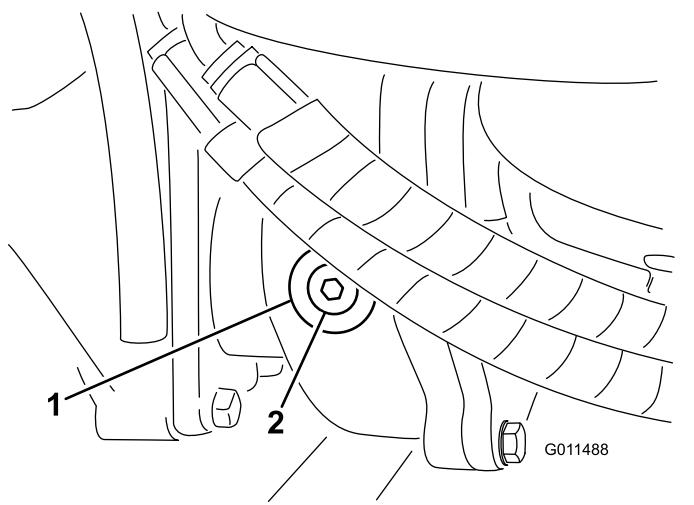

Figura 108
- Togliete il tappo di controllo/riempimento dal lato sinistro del riduttore e verificate che il lubrificante raggiunga la base del foro (Figura 108).